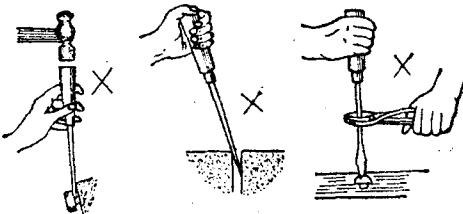

图 1-6 起子的错误使用方法
(4) 禁止将工作物拿在手上拆装螺钉，以防起子滑出伤手。
(5) 禁止用起子当撬棒或凿子使用，也不准在起子柄和槽口处另用扳手或长钳子来增加扭力(如图1-6)，以防扭曲或扭弯起子。